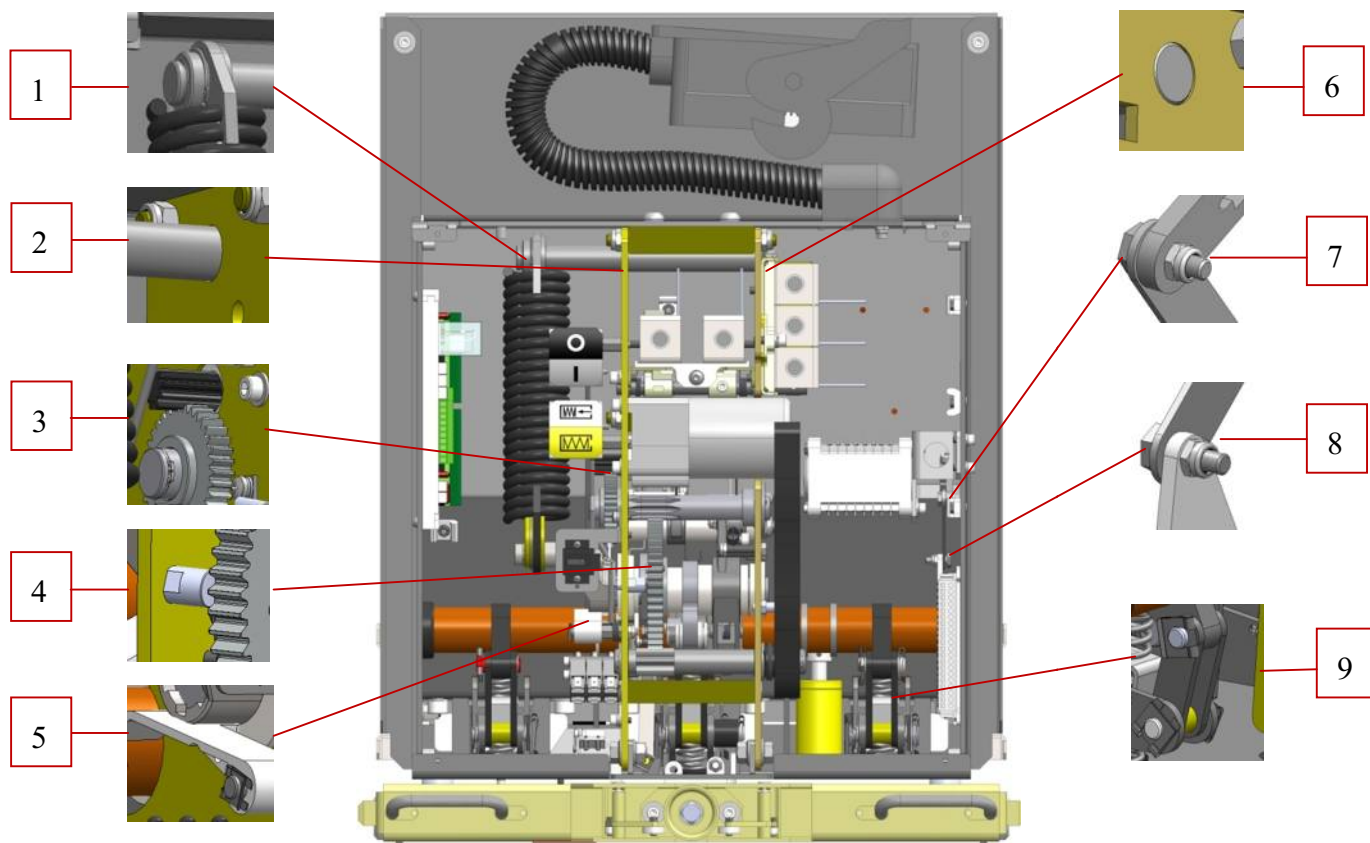

Рис. 19 Места смазки подвижных узлов в приводе выключателя: обозначения см. табл. 17
- проверку смазки узлов привода в соответствии с рис. 19, 20 и табл. 17 (допускается применение другой смазки с аналогичными характеристиками), при необходимости – замену смазки;